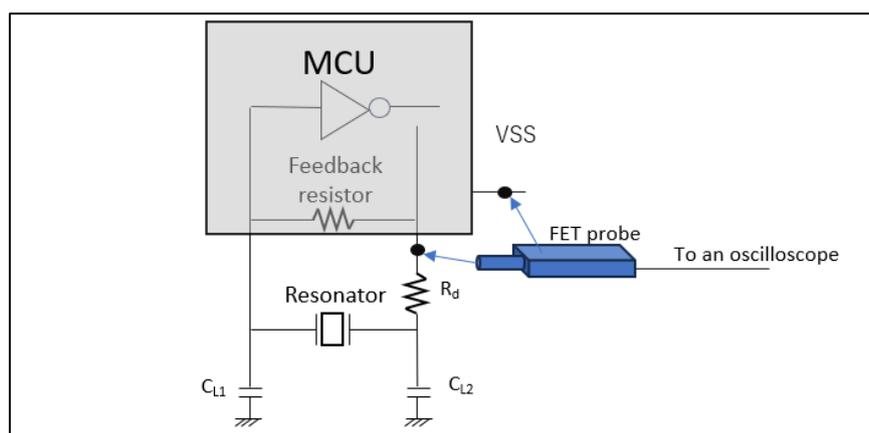

図 17 発振振幅電圧の測定方法
5.1 章と 5.2 章を参考にして選定した外部コンポーネントを実装した基板を準備してください。図 17 に示すように MCU の XTAL/XCOUT と VSS に FET プローブを当てて発振振幅電圧を測定してください。もし測定結果が MCU の入力電圧の絶対最大定格を超えていた場合は以下の対策を検討してください。